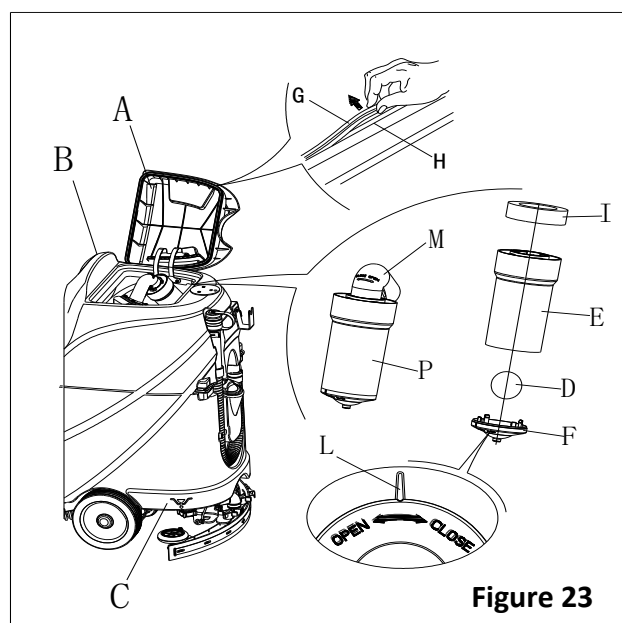

Figure 23
2. Faire en sorte que la machine soit éteinte et que la clé de contact (40) soit retirée.
3. Basculer le couvercle du réservoir de récupération (A, Figure 23) position -90 degrés où il peut être retiré du réservoir, puis enlever le filtre à flotteur (P) du réservoir.
4. Nettoyer le couvercle du réservoir récupération (A), le réservoir de récupération (B), le réservoir d'eau propre (C) et le cadre de support du filtre à flotteur (E). Vider le réservoir de récupération avec le tuyau de vidange (15).
5. Si nécessaire, suivre les symboles "OPEN" et "CLOSE" comme indiqué sur la Figure 23 pour ouvrir le couvercle bas (F) du filtre à flotteur, puis nettoyer le filtre à flotteur (D), le cadre de support du filtre (E) et l'éponge du filtre (I). Après le nettoyage, fixer le filtre à flotteur (D) sur le cadre de support du filtre (E) puis aligner la rainure de marque (L) du capuchon de fond (F) du filtre à flotteur avec la rainure de marque (L) du cadre de support du filtre à flotteur (E). Visser fermement le capuchon de fond du filtre à flotteur, et fixer l'éponge du filtre (I) sur le cadre de support du filtre à flotteur (E). Enfin, le connecter au tuyau d'aspiration des eaux usées (M).
7. Vérifier si la surface de contact de la bande d'étanchéité (G) a une étanchéité suffisante. Si nécessaire, sortir la bande d'étanchéité du réservoir de la rainure (H) et la remplacer. Assembler la nouvelle bande d'étanchéité comme indiqué sur la Figure 23, le joint devant être ramené dans la zone médiane.
8. Fermer le couvercle du réservoir de récupération (A).